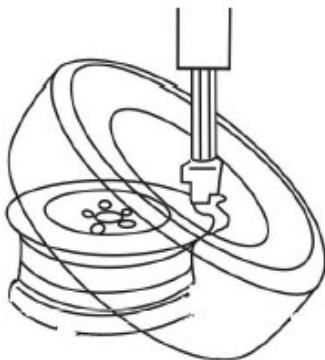

Рис. 21
- Положите покрышку на обод, левой стороной вверх, переведите поворотный рычаг в исходное положение и установите его в рабочее положение (рис. 21)